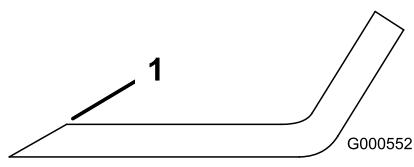
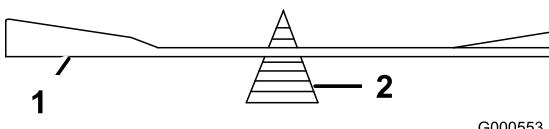

Figure 55
Figure 56
2. Vérifiez l'équilibre de la lame en la plaçant sur un équilibrEUR (Figure 56). Si la lame reste horizontale, elle est équilibrée et peut être utilisée. Si la lame est déséquilibrée, limez un peu l'extrémité de la partie relevée seulement (Figure 55). Répétez la procédure jusqu'à ce que la lame soit équilibrée.